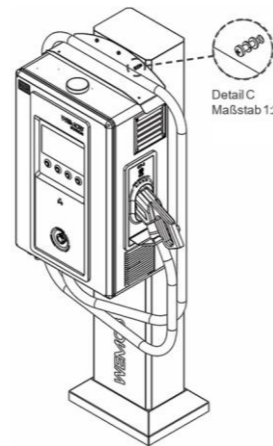

Abbildung 4.11: Beispiel für die Befestigung einer WEMOB-STATION (30/40 kW) am Ladesäule
5. Befestigen Sie den oberen Teil der Konstruktion an den drei (03) vorhandenen Befestigungspunkten mit drei (03) M6-Sechskantschrauben.
6. Ziehen Sie alle Befestigungspunkte mit einem endgültigen Anzugsmoment von 10 Nm fest, um eine sichere Installation der Ladestation und die Sicherheit des Bedieners zu gewährleisten, wie in Abbildung 4.11 dargestellt.